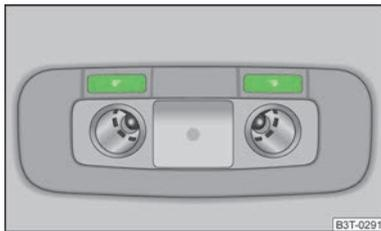

Abb. 39
- › Die Schalter  » Abb. 39 drücken, um die Leseleuchten ein- bzw. auszuschalten.